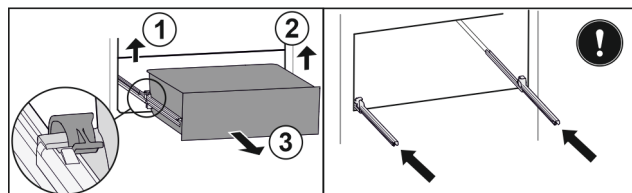

Fig. 152
- Løft den venstre klemme, og træk samtidigt skuffen i venstre side fremad. Fig. 152 (1)
- Løft den højre klemme, og træk samtidigt skuffen i højre side fremad. Fig. 152 (2)
- Tag skuffen ud fremefter. Fig. 152 (3)